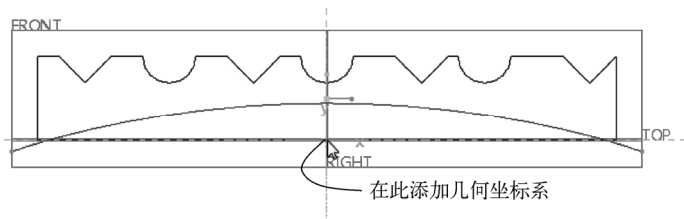

图 6-139 添加一个几何坐标系
6) 在“基准”组中单击 (几何坐标系) 按钮, 在图形中添加一个几何坐标系, 如图 6-139 所示。单击 (确定) 按钮, 完成草绘并退出草绘器。